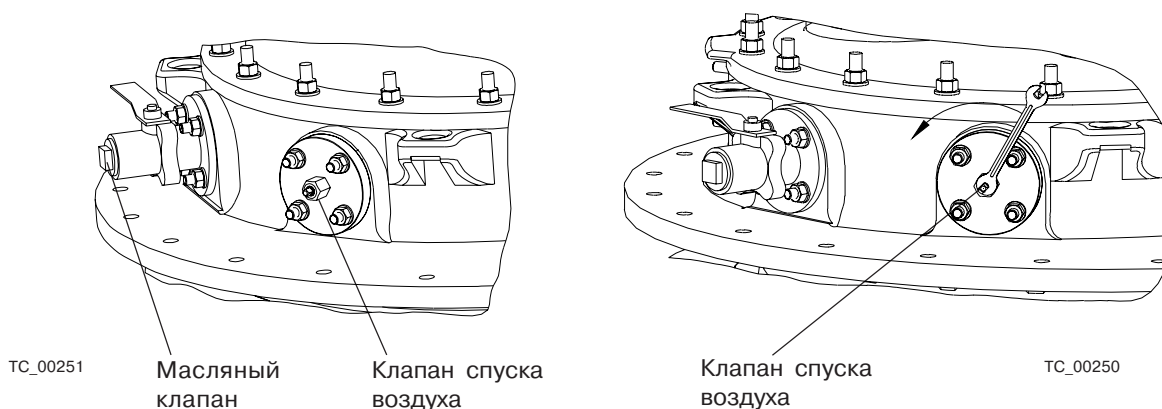

Рис. 44. Показано устройство типа UCL
2. Подсоедините масляный насос к масляному клапану. (Размеры соединения см. на размерном чертеже устройства РПН), см. Рис. 44.
Откачайте масло из корпуса дивертерного переключателя с помощью насоса, подсоединенного к масляному клапану. Откройте клапан спуска воздуха, см. Рис. 44, при необходимости.